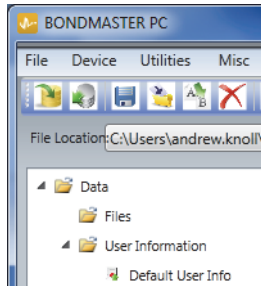
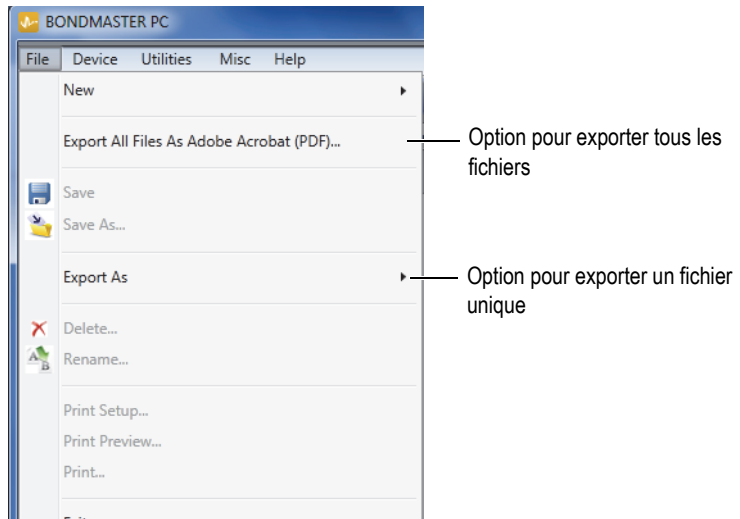

Figure 7-9 Fichiers dans le volet gauche de la fenêtre du logiciel pour PC BondMaster
Figure 7-10 Menu File
- ◆ Sélectionnez le fichier dans le volet gauche de la fenêtre du logiciel pour PC BondMaster (voir la Figure 7-9 à la page 195), et puis sélectionnez **Export As > PDF** (Exporter comme PDF) [voir la Figure 7-10 à la page 195].
- ◆ Dans le menu **File** (Fichier) du logiciel pour PC BondMaster, sélectionnez **Export All Files As Adobe Acrobat (PDF)** [Exporter tous les fichiers sous format Adobe Acrobat (PDF)] (voir la Figure 7-10 à la page 195).